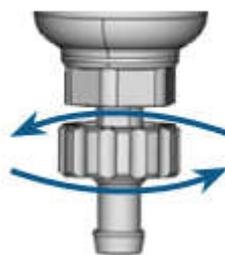

图 32 打开/关闭排出气螺丝旋钮
- 3、逆时针旋转排出气螺丝，将杂质排出水分离器，如图 32 所示
- 4、顺时针旋转排出气螺丝，关闭旋钮，如图 32 所示。